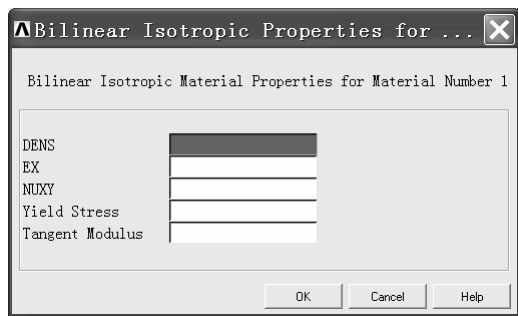

图 10-11 “Bilinear Isotropic Properties for ...” 窗口
(2) 单击 (如果是 ANSYS10.0 版本, 这里就需要双击) “Define Material Model Behavior” 窗口中右边方框中的 “LS-DYNA” 文件夹, 继续单击 “Nonlinear” 文件夹, 再单击 “Inelastic” 文件夹, 再单击 “Isotropic Hardening”, 最后单击 “Bilinear Isotropic”, 出现 “Bilinear Isotropic Properties for ...” 窗口 (见图 10-11)。
(3) 在 “Bilinear Isotropic Properties for ...” 窗口中的 “DENS” 方框处写入 “7850”, “EX” 方框处写入 “2.1e11”, “NUXY” 方框处写入 “0.3”, “Yield Stress” 方框处写入 “2e8”, “Tangent Modulus” 方框处写入 “2e9”。以上输入表示材料密度为 7850kg/m^3 , 杨氏模量为 $2.1 \times 10^{11}\text{Pa}$ (注意 2.1e11 表示 2.1×10^{11}), 泊松比为 0.3, 屈服应力为 $2 \times 10^8\text{Pa}$, 切线模量为 $2 \times 10^9\text{Pa}$ 。
(4) 单击 “Bilinear Isotropic Properties for ...” 窗口中的 “OK” 按钮。
(5) 单击 “Define Material Model Behavior” 窗口右上角的叉号关闭该窗口。